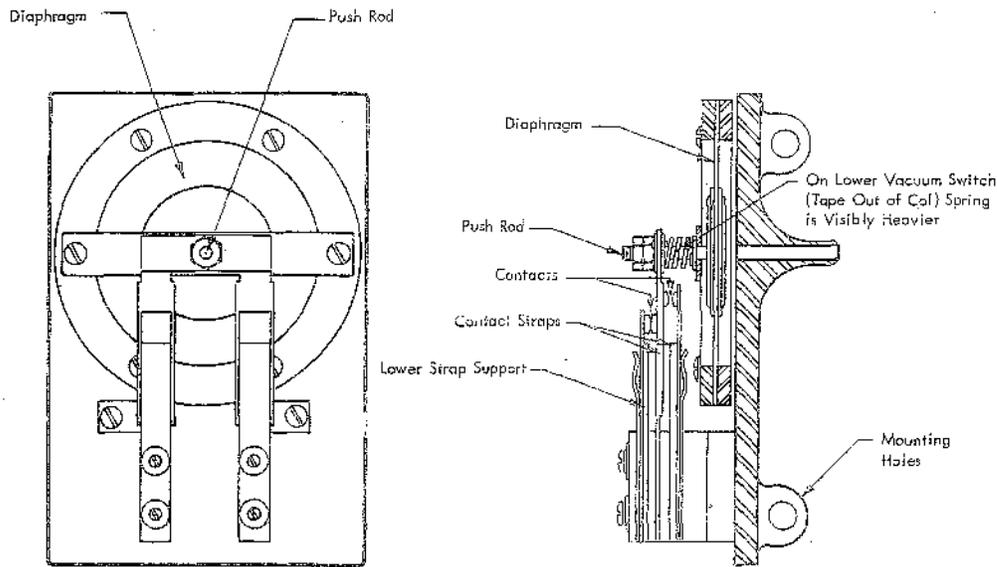

Figure 3-16. Vacuum Column Switch
"Push Rod" (Betätigungsbolzen für Vacuum-Schalter). Der "Push Rod" sollte zwischen Justiermutter und Kontakt-Betätigung 1/64" Luft haben. Justieren Sie die Mutter, falls erforderlich (Abb. 3-16).
3.3.2 VACUUM COLUMN SWITCHES (Abb. 3-16)